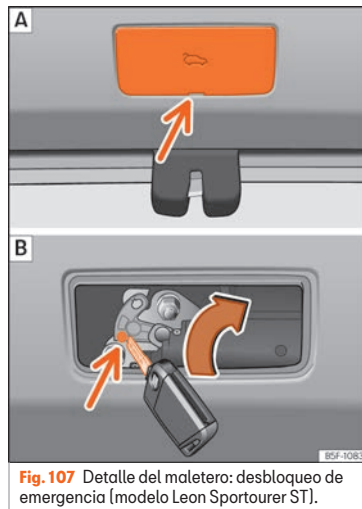

Fig. 107 Detalle del maletero: desbloqueo de emergencia (modelo Leon Sportourer ST).
- Retire la tapa insertando un destornillador en la ranura »» fig. 107 [A].
- Introduzca la llave en el orificio previsto y gírela en el sentido de la flecha hasta liberar el pestillo »» fig. 107 [B].